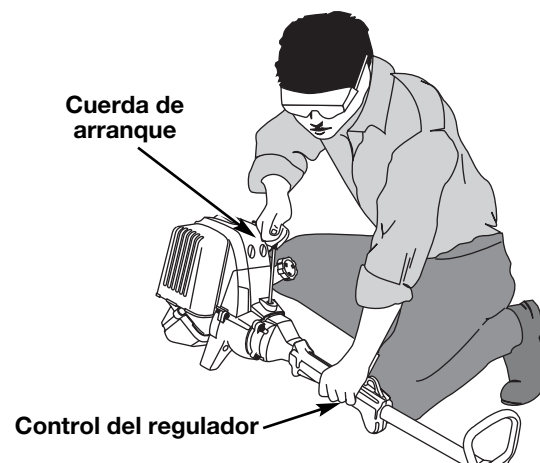

Fig. 13
5. Soporte en la posición de arranque y **no apriete el control de regulador** (Fig. 13). Tire bruscamente del cordón de arranque hasta 5 a 10 veces.